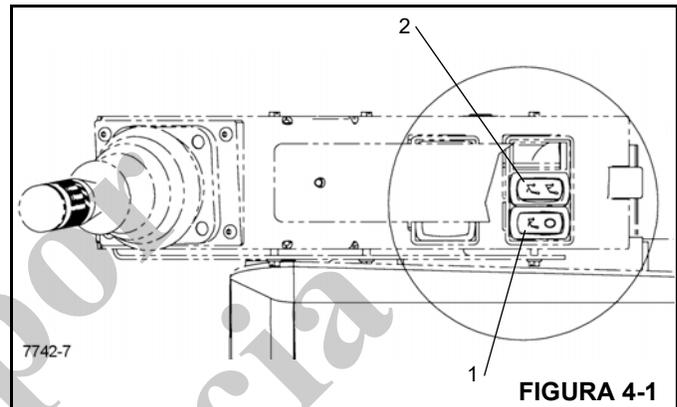

FIGURA 4-1
Los interruptores del plumín abatible se encuentran en el apoyabrazos derecho. Cada interruptor tiene dos posiciones. El interruptor de alimentación (1) (Figura 4-1) habilita el interruptor momentáneo de elevación/bajada (2) que energiza un solenoide para elevar o bajar el plumín, cuando está en posición de encendido.